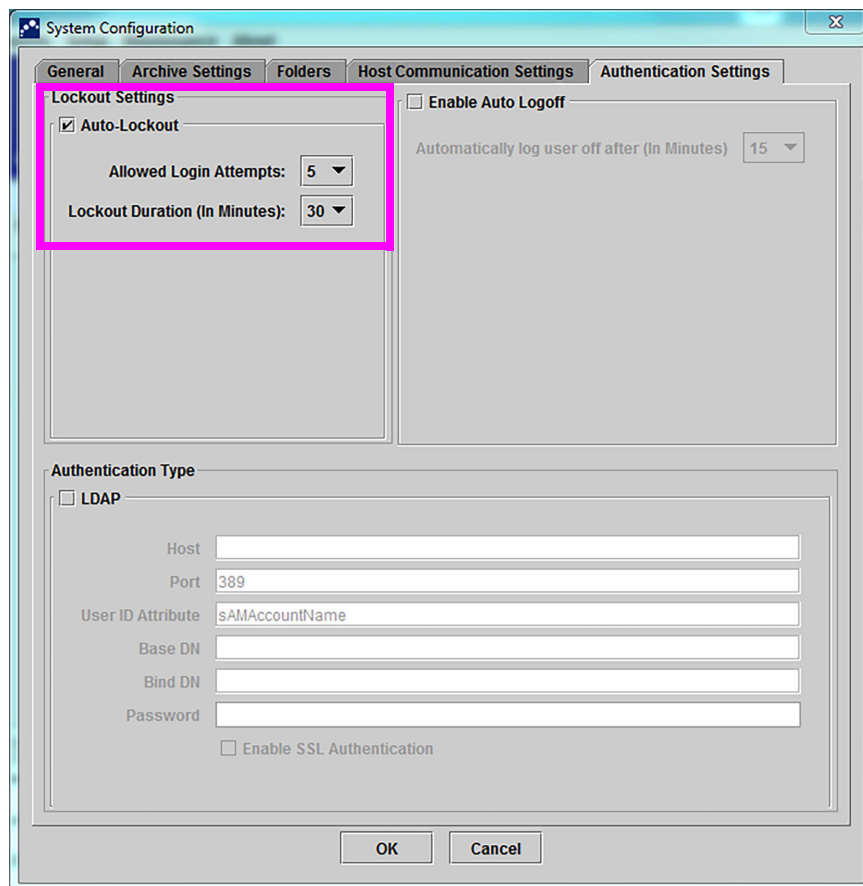

Figura 2-85. Setări de autentificare configurate pentru blocarea automată
2. Faceți clic pe fila **Setări de autentificare (Authentication Settings)**; apar informațiile referitoare la Setări de autentificare (Authentication Settings). Consultați Figura 2-85.